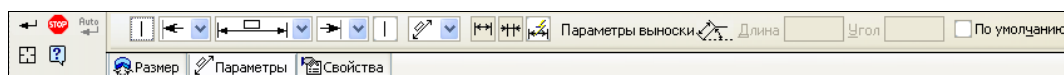

Рис. 29.7. Панель свойств: Угловой размер в режиме Деталь на вкладке **Параметры**
- ♦ откройте вкладки **Параметры** (рис. 29.7) и **Свойства** и измените параметры по умолчанию;